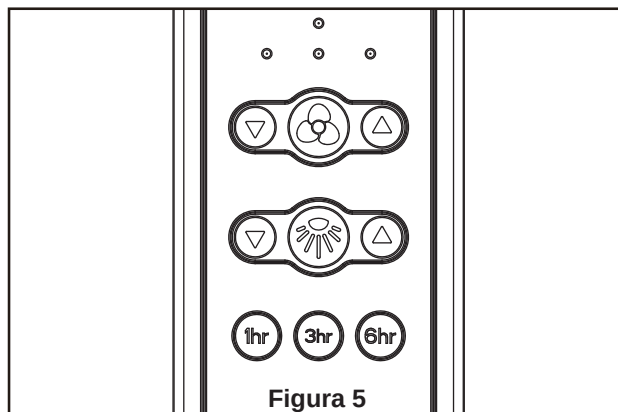

Figura 5
- ☐ **5.** Pase los cables a través de la cubierta de unión del motor, la cubierta para el tornillo y el capuchón. (Figura 5)
- ☐ 4. Una vez que se ha realizado la conexión, deslice el receptor en el soporte del colgador, teniendo cuidado de no pillar los cables. (Figura 5)
5. Funciones del control remoto: (Figura 5)